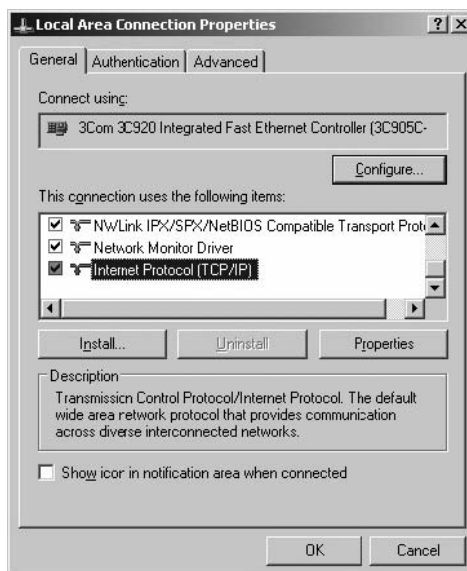

Figure 13 : Local Area Connection Properties (Propriétés de connexion au réseau local)
3. Cliquer sur le bouton **Properties** (*Propriétés*) pour ouvrir la fenêtre des propriétés de la connexion (Figure 13).